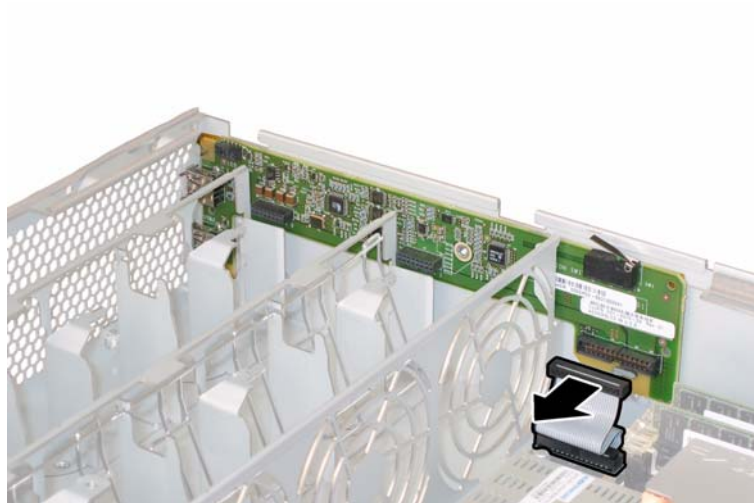

ABBILDUNG 4-27 Abziehen des Verbindungskabels von der vorderen I/O-Platine
10. Trennen Sie das Verbindungskabel zwischen vorderer I/O-Platine und Hauptplatine. Siehe ABBILDUNG 4-27.